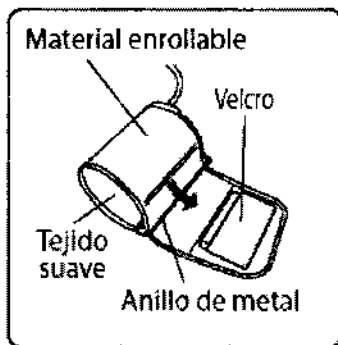

Fig. 2
2. El manguito está colocado correctamente cuando el velcro se encuentra en la parte externa del manguito y el anillo de metal no está en contacto con la piel (Fig. 2).